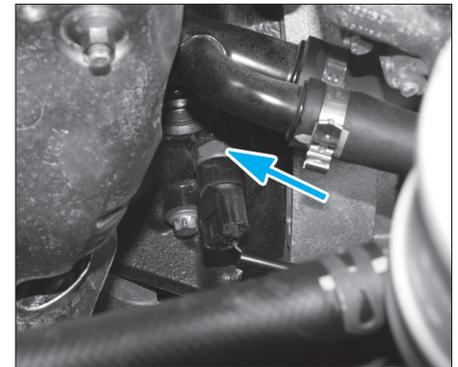

Fig. 40
- Déposer le capteur de pression d'huile (Fig.40).